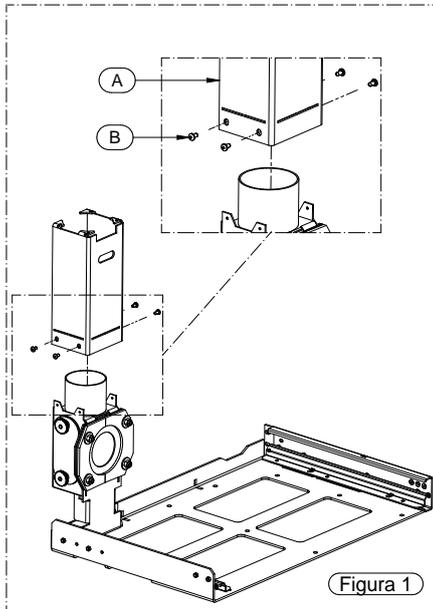

Figura 1
- 1) Procedere a montare il Piedistallo regolabile come indicato nella Figura 1 utilizzando le viterie fornite. Qualora venisse installato il " Kit rapido fisso " non deve essere utilizzato lo scivolo identificato nella Figura 1 come G, H, I, E.
- Assemblare la staffa A sulla base fissa, attraverso le 4 viti (B) TBFR+3,9X13 (vedi Figura 1).